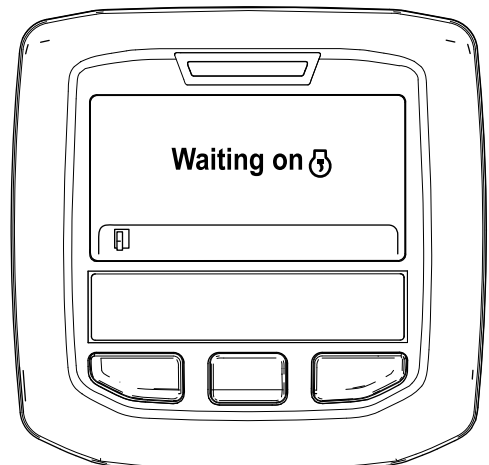

Figura 48
- B. Surge a mensagem "Waiting on [engine icon]" (À espera de) (**Figura 48**).